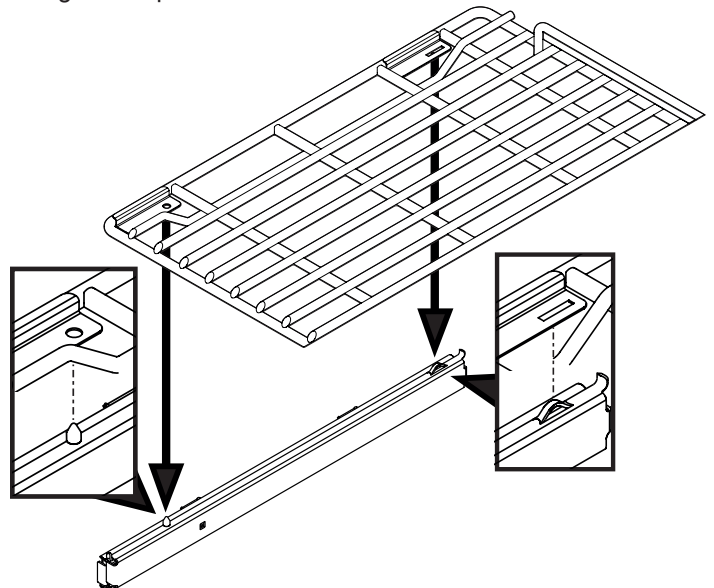

Figura 20: Instalación de las parrillas deslizantes
Las parrillas deslizantes parecen ligeramente diferentes a las planas (consulte la figura 20). En las guías deslizantes solo pueden instalarse las parrillas deslizantes.
3. Cerca de la parte trasera de la parrilla, encaje la ranura de la parrilla en las pestañas del soporte. Cerca de la parte delantera de la parrilla, encaje el pasador del soporte en el orificio de la parrilla (consulte la figura 20).